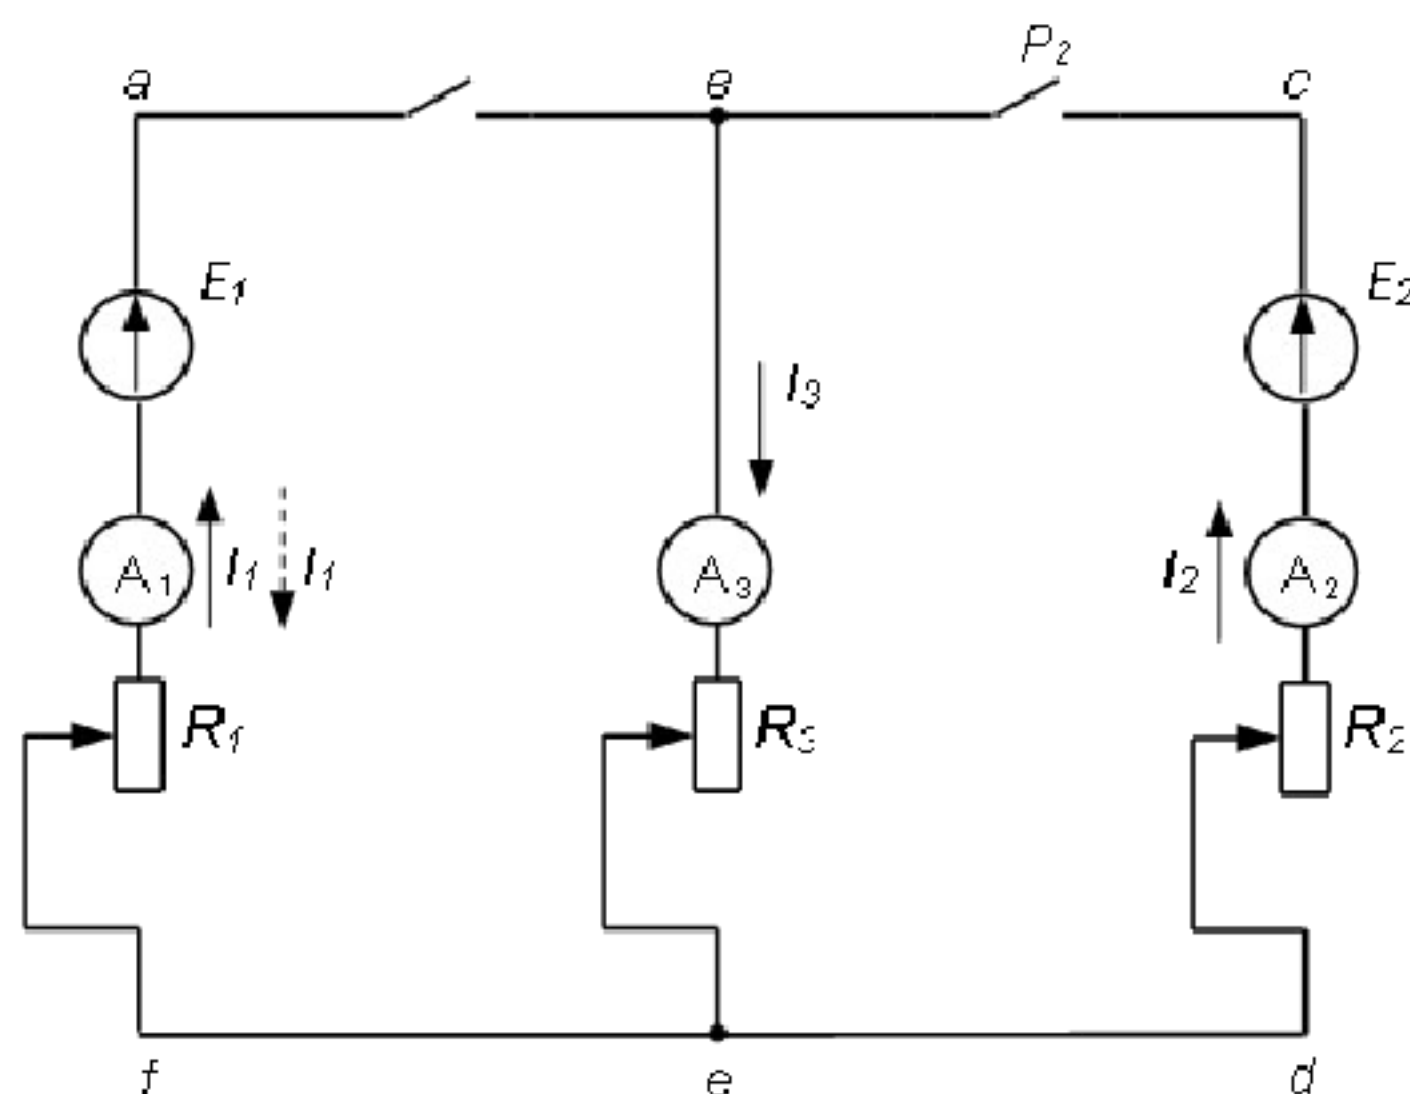

Рисунок 1.3 – Схема для проверки второго закона Кирхгофа
3. Собрать схему (рис. 1.3) для проверки второго закона Кирхгофа.